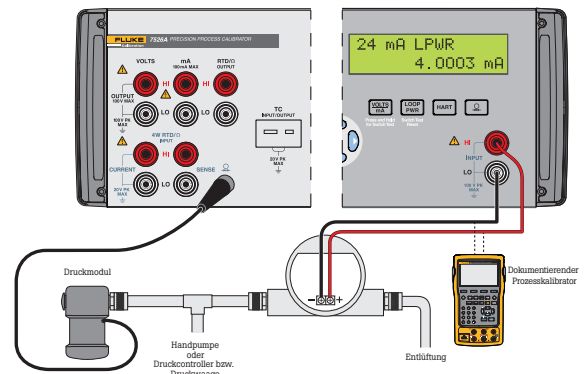

Abbildung 4. Anschluss von Druckmodul, Druckquelle und Drucktransmitter.
1. Nehmen Sie die erforderlichen Anschlüsse am Druckmodul, an der Druckquelle und am Drucktransmitter vor; siehe Abbildung 4. Zur ordnungsgemäßen Kalibrierung dürfen die Anschlüsse keine Undichtigkeiten aufweisen. Hochdruckseite (H) anschließen und sicherstellen, dass die Niederdruckseite (L) zur Umgebungsluft offen ist.